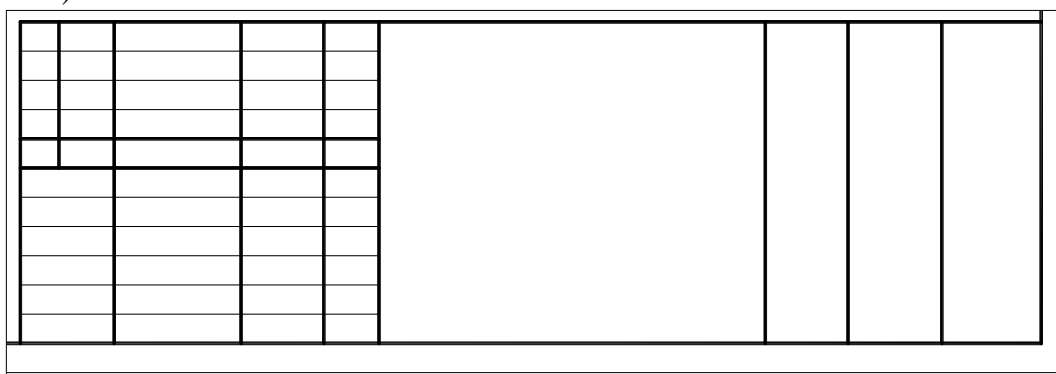

Рис. 2.9
4. Выделите 5 и 6 горизонтальные линии, и измените слой «Тонкие» на «Основные». При помощи «ручек» измените длину 2 вертикальной линии (рис. 2.9).